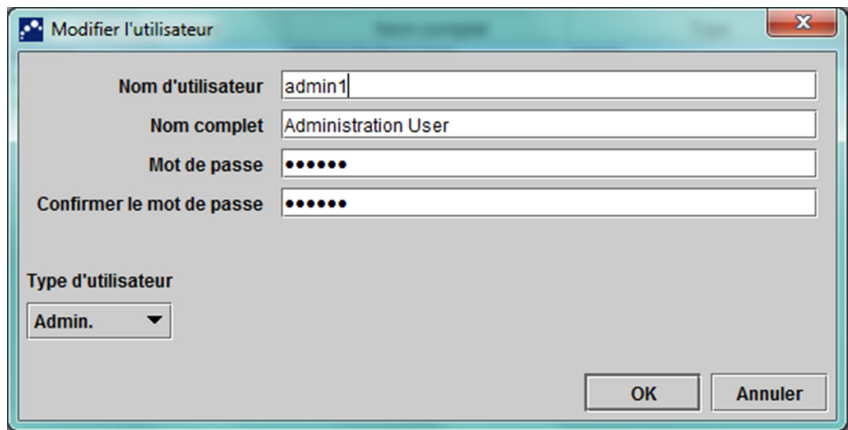

Figure 2-73. Boîte de dialogue Modifier l'utilisateur
3. Cliquez sur **Éditer**. La boîte de dialogue Modifier l'utilisateur s'affiche. Voir Figure 2-73.